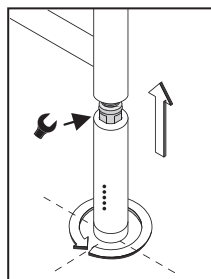

Рис.3
- 4.4. Вставьте нагревательный элемент в отверстие в нижней части коллектора и вкрутите по резьбе с помощью плоского ключа (рис. 3).